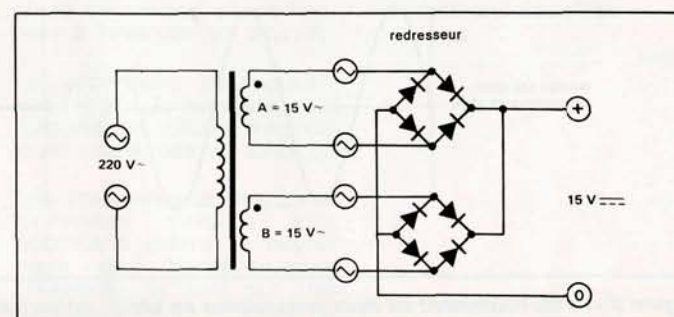

Figure 7 - Les redresseurs découplent les secondaires, si bien qu'aucun courant ne circule d'un enroulement dans l'autre.
Les courants de Foucault sont utilisés dans un autre domaine que l'électronique : c'est suivant le principe de la figure 7 que fonctionnent les ralentisseurs électriques des poids lourds (TELMA).
**Figure 7 - Le ralentisseur électrique des poids lourds est alimenté en courant continu, mais les courants de Foucault naissent du mouvement du disque par rapport au champ magnétique. Les courants produisant eux-mêmes un champ magnétique opposé à celui de l'électro-aimant, le disque solidaire de l'arbre de transmission est freiné d'autant plus énergiquement qu'il tourne plus vite.**
Si la tension mesurée (comme en figure 6a ou 6b) est trop différente de zéro, votre transformateur va chauffer même à vide. Il faudra alors renoncer à utiliser ce transformateur, ou bien faire appel à une autre technique. Cette autre technique consiste à mettre en parallèle les deux sources par l'intermédiaire de diodes qui s'interdiront mutuellement de débiter du courant l'une dans l'autre (figure 7). Elle est utilisée pour la mise en parallèle de secondaires appartenant à des transformateurs différents, lorsque les différences de tension sont augmentées par des déphasages. Les déphasages entre les tensions secondaires fait qu'à certains moments les tensions sont de polarité opposée. Les deux redresseurs permettent la mise en parallèle de sources continues et évitent toute charge inutile aux transformateurs. L'intensité disponible est légèrement inférieure au double de l'intensité nominale.